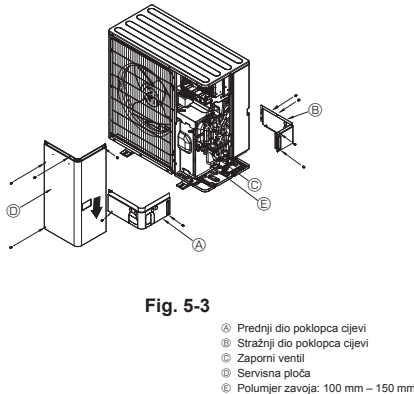

Fig. 5-3
5.3. Cijevi za rashladno sredstvo (Fig. 5-3)